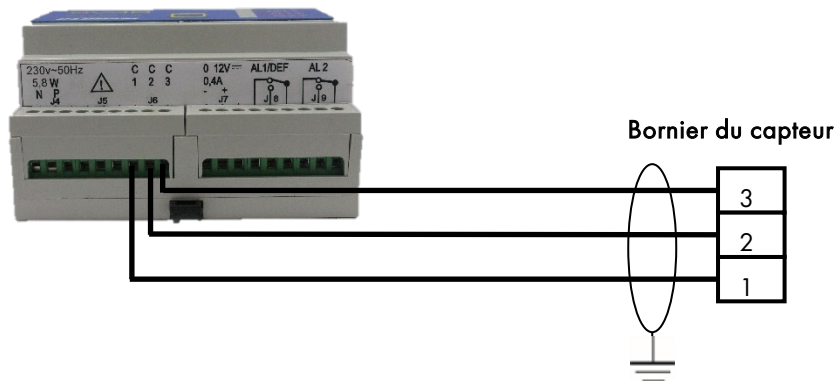

Figure 3 :
- Les bornes C1, C2 et C3 de la *Surveyor 4B* et du capteur seront reliées en vis à vis (Figure 3).